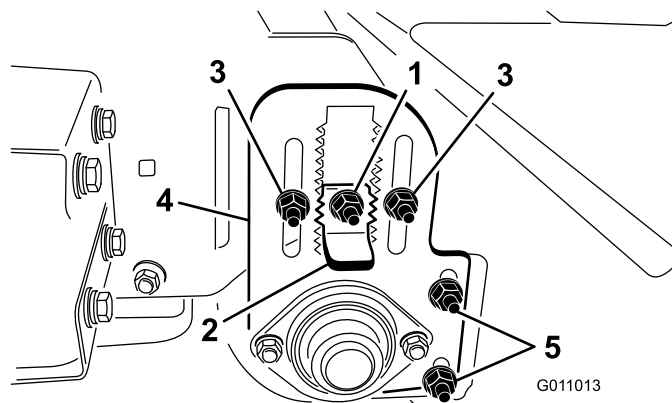

Bild 21
3. Lösen Sie die Sicherungsmutter am Höheneinstellschlüssel (Bild 21), sodass sie ungefähr 13 mm herausgezogen werden kann.
4. Lockern Sie die Sicherungsmutter für das Einstellen der Rollenhöhe (Bild 21).
5. Ziehen Sie den Höheneinstellschlüssel heraus und bewegen Sie die Heckrolle nach oben oder unten, indem Sie die Einstellplatte für die Rollenhöhe auf die gewünschte Höhe schieben (Bild 21).
Der Rollenabstreifer (Bild 21) sollte so eingestellt werden, dass ein Abstand von 2 mm zwischen dem Abstreifer und der Rolle besteht. Lösen Sie die Einstellmutter für den Rollenabstreifer, positionieren Sie die Rolle nach Wunsch und ziehen die Mutter fest.